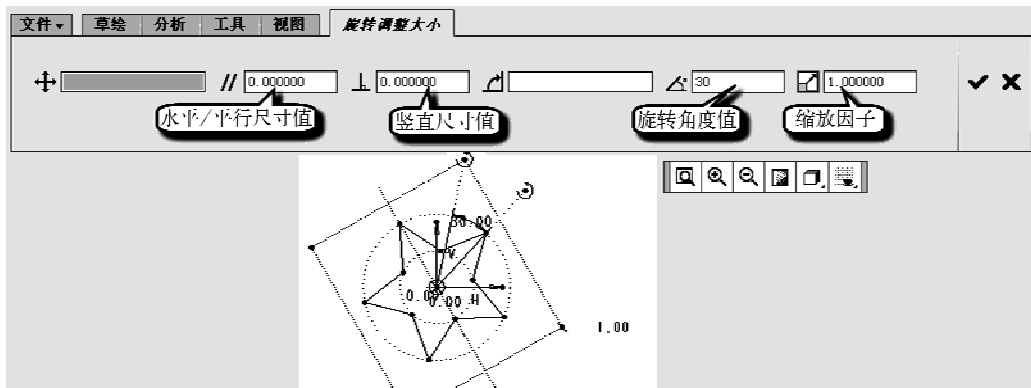

图 2-55 旋转调整图形大小
② 在功能区“草绘”选项卡的“编辑”面板中单击“旋转调整大小”按钮，系统将在功能区中打开“旋转调整大小”选项卡。
③ 此时可以使用鼠标对在所选图形中显示的“缩放”控制图柄、“旋转”控制图柄和“移动”控制图柄进行相关拖动操作，以实时地缩放、旋转或平移图形。
④ 在“旋转调整大小”选项卡中设置“水平/平行尺寸值”、“竖直尺寸值”、“旋转角度值”和“缩放因子”，如图 2-55 所示，其中旋转角度值设为 30。